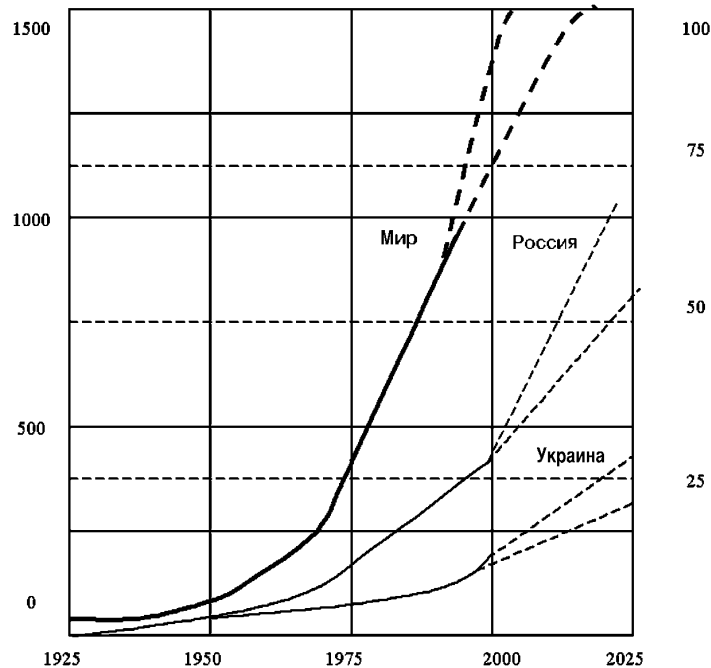

рис. 3
**Логистический закон** определяет динамику развития телекоммуникаций [1]. Если информационно-экономический закон и закон неравномерного распределения спроса на телекоммуникационные услуги характеризуют уровень развития телекоммуникаций в определенный момент времени, то логистический закон определяет их развитие во времени. Графически он характеризуется кривой, которая имеет медленное начало, быстрый рост, линейное развитие и насыщение. Логистические кривые развития телефонизации в мире, РФ и Украине приведены на **рис. 3**.